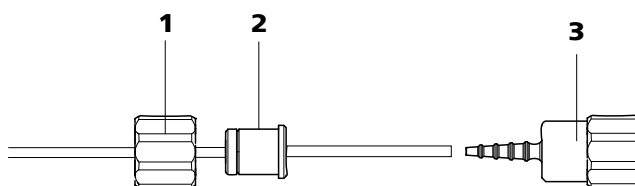

图29 安装不带过滤器的泵管接口
- **情况 B: 不带过滤器** 6.2744.160 (参见图 29, 第 46 页)